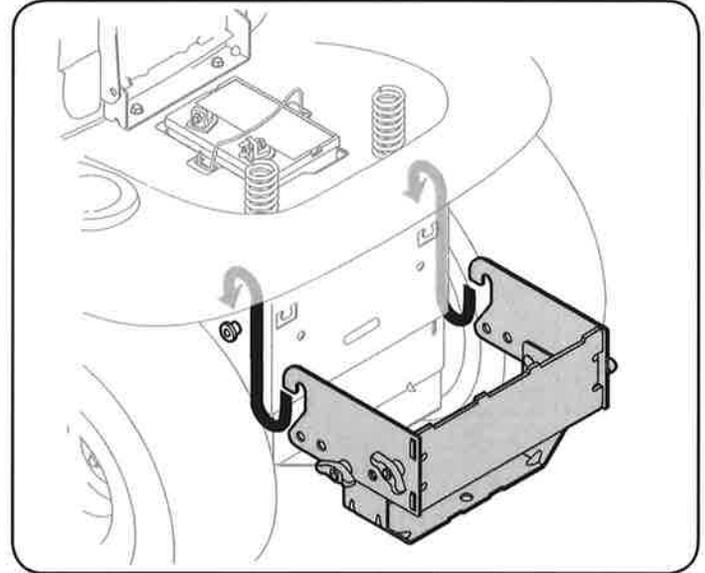

Figura 35
1. Coloque los extremos en forma de gancho del conjunto de montaje en los pernos de tope, como en la Figura 35, en el tractor y alinear el apoyo del enganche orificio central del soporte con el orificio de enganche del tractor.